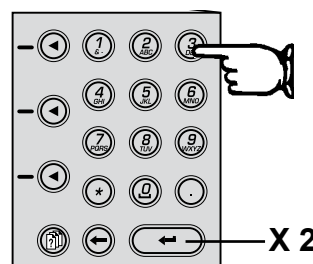

fig. 53
- 9) Väg den uppsamlade produkten och skriv in nettovärdet av vägningen manuellt på bildskärmen med sifferknappsatsen (Fig. 53).